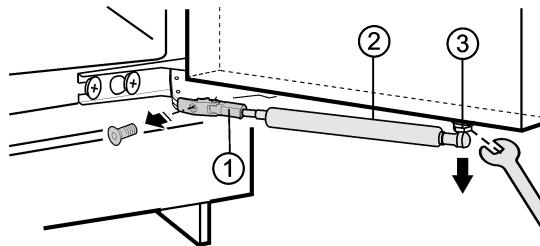

Fig. 1
- Dévisser les supports Fig. 1 (1).
- Dévisser le pivot à rotule Fig. 1 (3) ensemble avec l'amortisseur de fermeture Fig. 1 (2) de la porte et le mettre de côté.